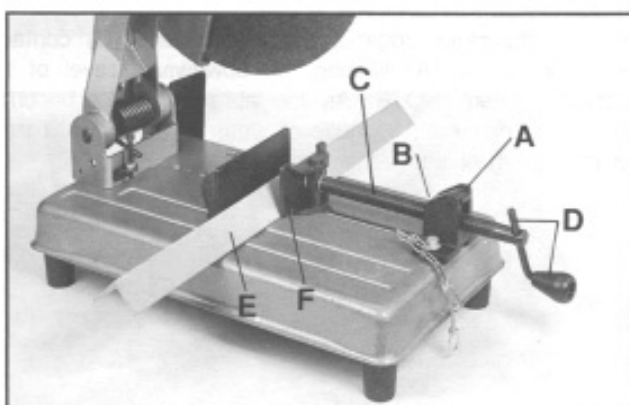

Fig. 11
3. Pousser sur la poignée (D) FIG.11 jusqu'à ce que la mâchoire (F) soit en contact avec la pièce à serrer (E).
4. Baisser la came (A) FIG.11 pour engager le demi-écrou (B) sur la vis sans fin (C). Tourner la poignée (D) pour finir de serrer la pièce dans l'étau.